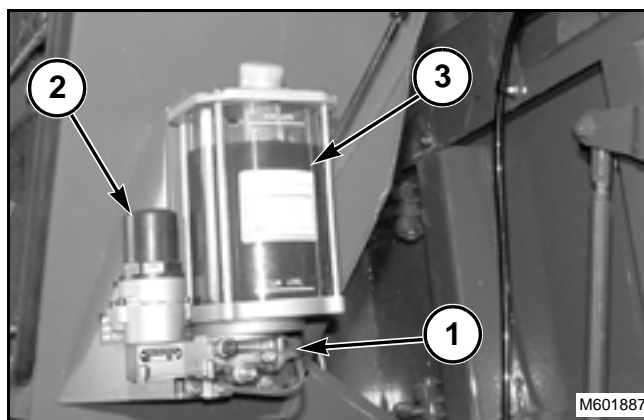

FIG. 51
FIG. 51: La bomba de lubricación eléctrica es operada eléctricamente para proporcionar aceite al sistema de lubricación del anudador. Esta bomba cuenta con una caja de bomba (1), un motor de engranaje eléctrico (2) y un depósito de plástico (3).